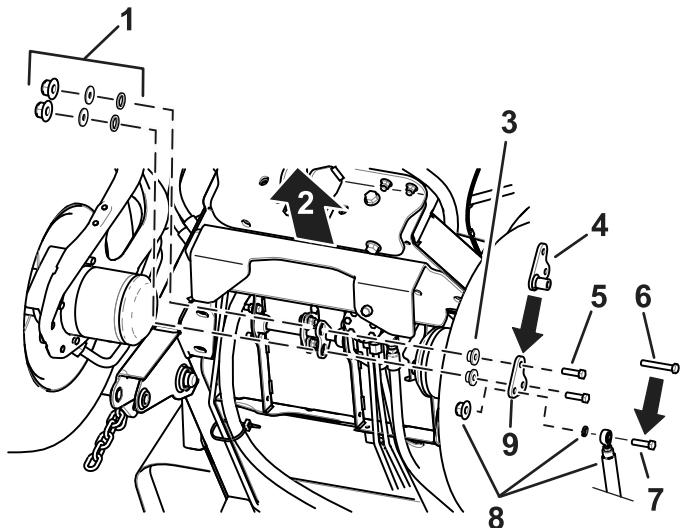

图 3
1. 如 图 3 所示从机器上卸下现有隔片。
2. 使用新螺栓  $\frac{3}{8} \times 2\frac{1}{2}$  英寸和现有五金件安装新踏板隔片请参阅 图 3。